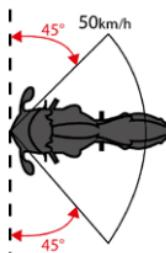

Figure 3
Le système Tech-Air® Off-Road devrait se gonfler et assurer une protection dans les 200 millisecondes suivant le début de l'accident, dans les accidents où une moto heurte un véhicule ou un obstacle (figure 3) dans ces conditions :
Angle d'impact (Fig. 3)	De 45° à 135°
IMPORTANT ! La figure 3 décrit l'enveloppe de protection dans laquelle le système Tech-Air® Off-Road est censé se gonfler et protéger dans les 200 millisecondes qui suivent le début de l'accident. À des vitesses supérieures à 50 km/h ou en dehors de l'angle déclaré, le système est censé se déployer également. Toutefois, en dehors de l'enveloppe de protection, le système peut ne pas être complètement gonflé avant qu'il n'y ait contact entre l'obstacle et l'utilisateur.
- Le système Tech-Air® Off-Road est censé se gonfler et assurer la protection dans les 200 millisecondes qui suivent le début de l'accident, dans les cas où la moto heurte un véhicule ou un obstacle (figure 3) et où l'utilisateur est assis ;
- Le système Tech-Air® Off-Road est censé se gonfler et protéger dans les 300 millisecondes qui suivent le début de la collision, dans les cas où la moto heurte un véhicule ou un obstacle (figure 3) et que l'utilisateur est debout ;